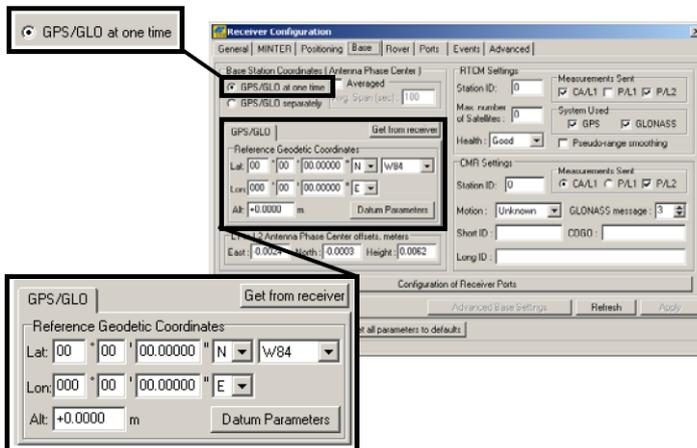

Figura 3-12. Configurazione della base
9. Per il ricevitore base, fare clic sulla scheda *Base* e impostare i seguenti parametri (Figura 3-12 a pag. 3-15), quindi fare clic su **Apply**.